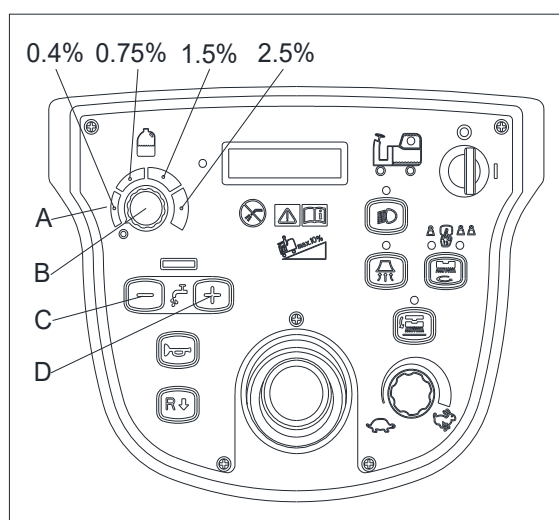

Figura 14
Având aceeași cantitate de detergent, concentrarea soluției poate fi schimbată prin ajustarea fluxului de apă cu ajutorul butoanelor de ajustare (C, D, Figura 14).
1. Suciți mânerul (B, Figura 14) în direcția sau împotriva direcției acelor ceasornicului pentru a mări sau reduce cantitate de detergent. Suciți mânerul împotriva direcției acelor ceasornicului până la capăt pentru a stopa uzul de detergent.
2. Există patru nivele ce indică cantitate de detergent, marcate de patru culori pe panoul de control (A, Figura 14)